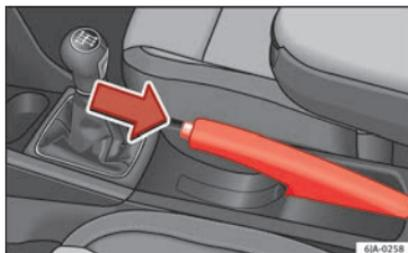

Fig. 175 Console centrale: freno a mano.
- Tirare leggermente la leva del freno verso l'alto e **contemporaneamente** premere il tasto di sblocco » fig. 175.